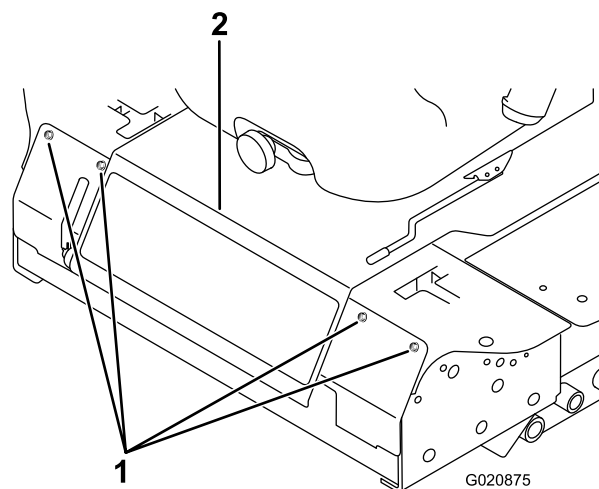

Bild 50
2. Nehmen Sie die Schrauben ab, mit denen die Frontplatte befestigt ist, und nehmen Sie sie ab (Bild 50).